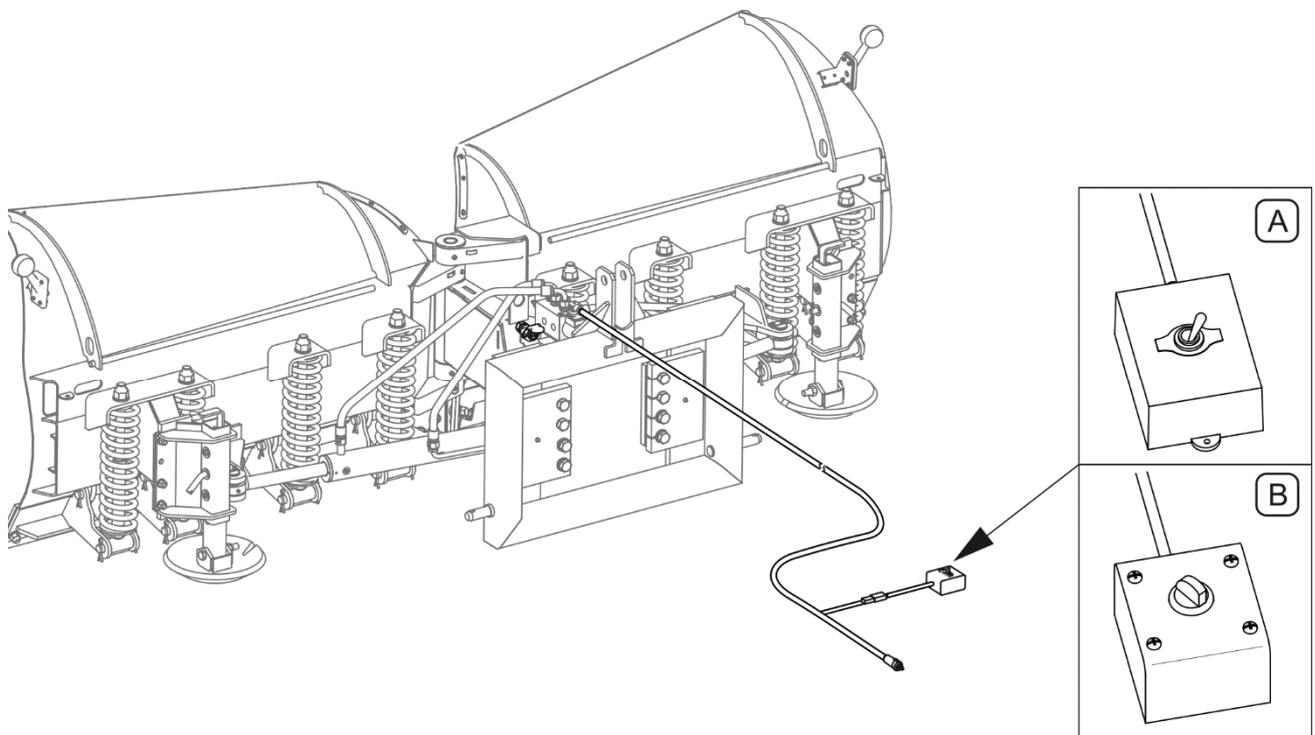

ABBILDUNG 4.6 Schalter der Steuerung zur Änderung der Arbeitsposition
Je nach Art der Steuerung (ABBILDUNG 4.6) (unabhängige oder unabhängige, gleichzeitige Steuerung) kann der Pflug mit einem Schalter mit 2 Schalterstellungen (A) oder 3 Schalterstellungen (B) ausgestattet sein.